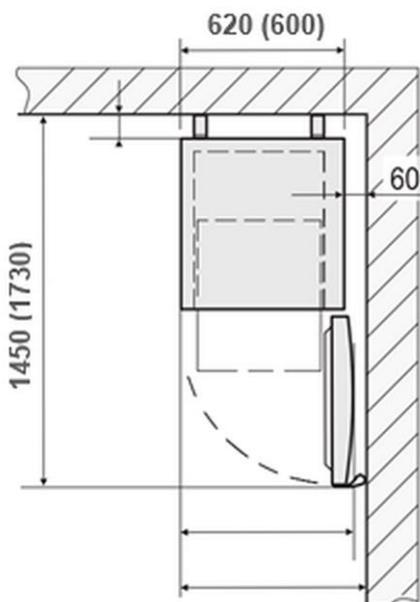

Fig. 7
- Se il frigorifero deve essere installato in un angolo, è necessario mantenere una distanza laterale di almeno 60 mm (fig. 7).